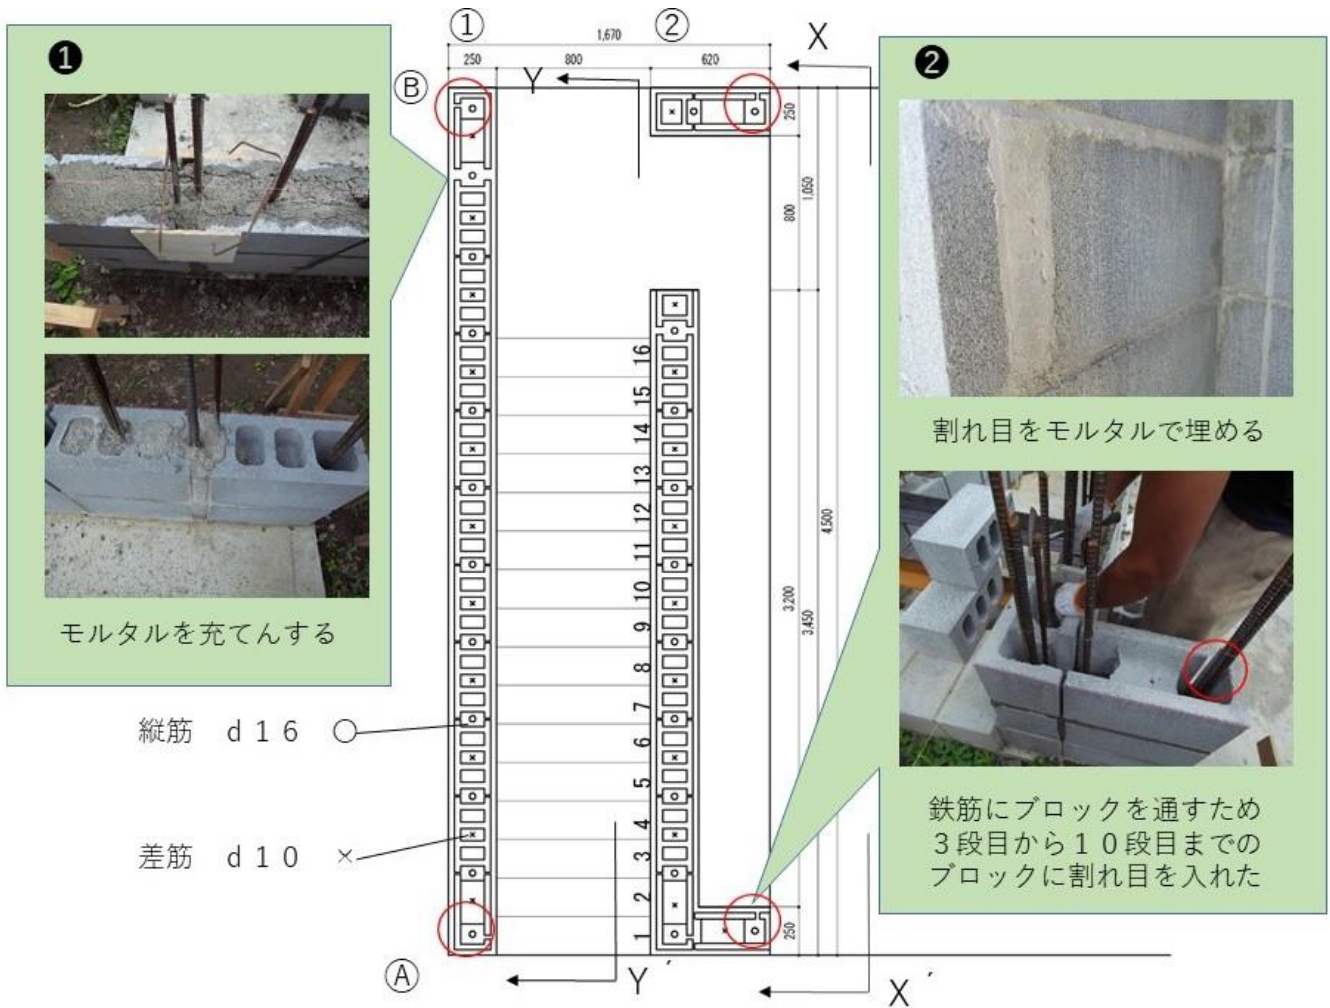

図1 平面図 「平面での変更点」
- ① 1つ目は、図1の北西部の北から2番目の小さなブロックをなくし、モルタルで埋めたこと。
- ② 2つ目は、図1の隅4ヶ所にあるブロックの3段目から10段目までに割れ目を入れたこと。